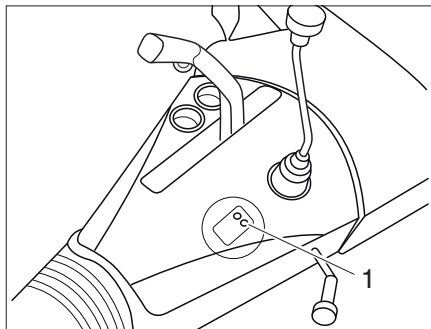

Fig. 2 LED del ATC (AL-KO Trailer Control)
- Enchufar el conector del ATC en el acoplamiento de remolque. Se realiza una prueba automática, el LED (Fig. 2,1) se enciende en rojo.
- Después de la prueba automática, el LED (Fig. 2,1) se vuelve verde, el ATC está activo. Si el LED no está en verde, el ATC no funciona correctamente, ver siguiente tabla.